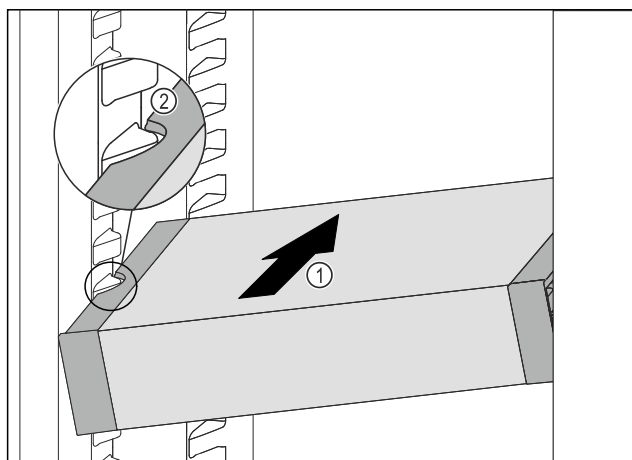

Fig. 112
- ▶ Împingeți VarioSafe oblic în frigider Fig. 112 (1), până când degajările laterale Fig. 112 (2) ale VarioSafese află la înălțimea nervurii recipientului din frigider.